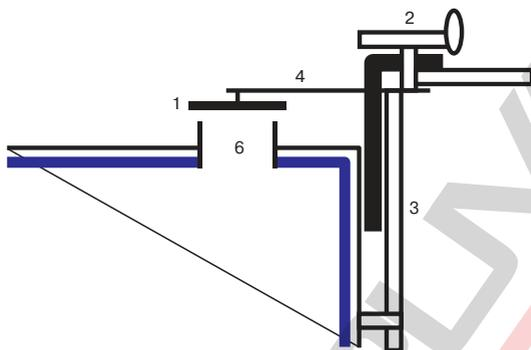

рис. 7
Котел представляет собой стальной цилиндр, окруженный вторым стальным цилиндром большего диаметра, конструкция утеплена. В зазоре между цилиндрами находится нагреваемый теплоноситель. В передней части котла находится битепловой регулятор тяги (2) (подробнее на рис. 7 стр. 22). В конструкции имеется дверца для закладки дров (8), дверца для удаления пепла (11) и отверстие отводящих газов (5). Так же имеются трубы подачи и возврата теплоносителя (14 – 15) и муфта для установки термометра (16). Для улучшения качества горения и передачи тепла, в верхней части камеры горения установлена камера подогрева воздуха (4). В комплекте котла могут быть колосниковая решетка и регулятор подачи воздуха снизу (19) для растопки торфяными и опилочными брикетами, или каменным углем.
Принцип действия битеплового регулятора тяги (рис. 7) основан на том, что при нагревании и расширении корпуса котла сам корпус прикрывает или закрывает заслонку (1) с помощью рычага заслонки (4), а при охлаждении – сжимается и открывает.
После выставления на вентиле проходящего по тех. условию потока, в настройке котла требуется только выставлять температуру подачи теплоносителя с помощью опорного болта (2) на битепловом регуляторе тяги (п. 6.4, рис. 7).